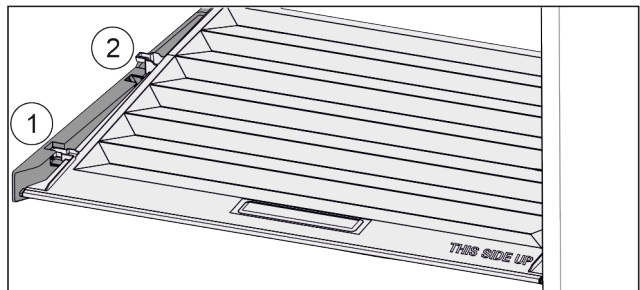

Fig. 94
- ▶ Издърпайте напред Fig. 94 (1) капака до отвора в задържащите части.
- ▶ Повдигнете го отзад отдолу и отстранете Fig. 94 (2) нагоре.